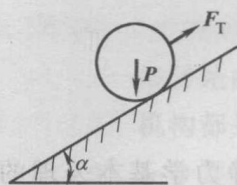

图 1-1
(1) 图 1-1 所示的均质圆球放在光滑的斜面上,斜面的倾角 $\alpha = 45^\circ$,圆球重 $P = 10\text{kN}$,受一与斜面平行的拉力 F_T 作用而平衡,则斜面对圆球的约束反力的大小为 ()。